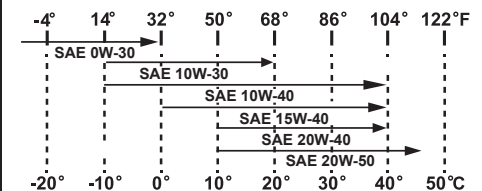

Figure 5-21
5. La Figure 5-21 indique la viscosité de l'huile à utiliser.